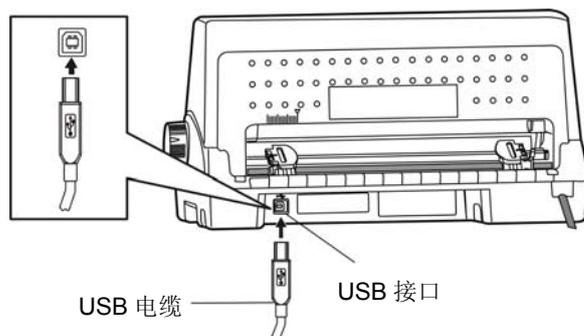
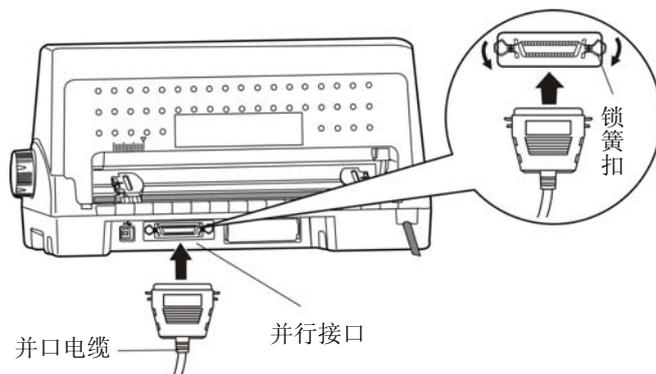
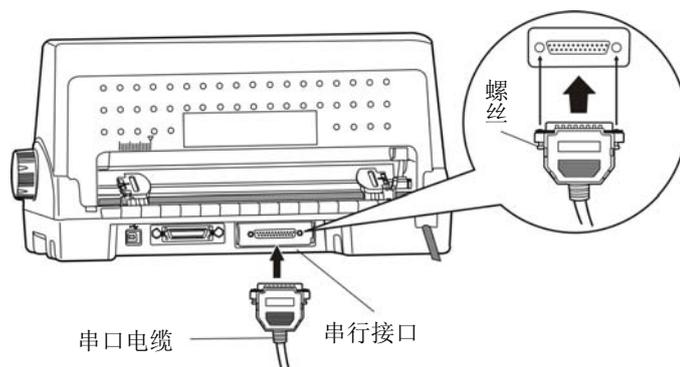
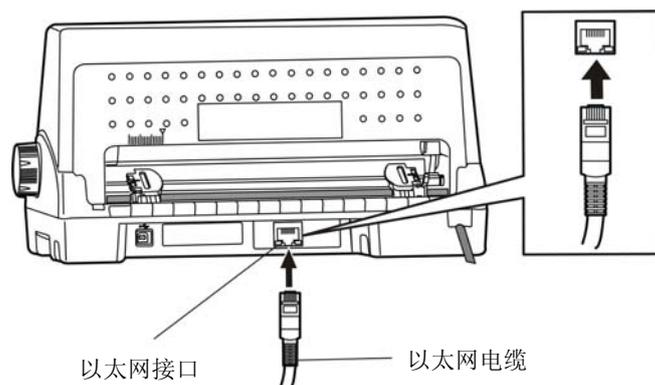

图 2-11 连接 USB 电缆
图 2-12 连接并口电缆
图 2-13 连接串口电缆
图 2-14 连接以太网电缆
本打印机可配置 USB 接口、并行接口、串行接口或以太网接口（产品的具体接口配置，以实物为准）。请根据需要，用相应的接口电缆把打印机与计算机相连〔如图 2-11、图 2-12、图 2-13 和图 2-14 所示〕。
2. 将 USB 电缆的 B 端插头（方型）插进打印机的 USB 接口插座中（如图 2-11 所示）。
1. 关闭计算机与打印机的电源，将并口电缆插头连接到打印机的并行接口，扣上连接器两侧的锁簧扣，固定并口电缆（如图 2-12 所示）。
1. 关闭计算机与打印机的电源，将串口电缆插头连接到打印机的串行接口，拧紧两侧的螺丝，固定串口电缆（如图 2-13 所示）。
将以太网电缆的 RJ-45 水晶插头一端插进打印机的以太网接口插座中，另一端插头连接到局域网的接入端（如图 2-14 所示）。